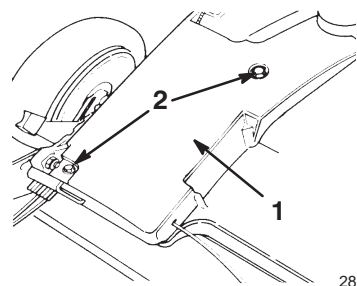

Figure 28
2. Enlevez les boulons qui fixent le couvercle de courroie à la tondeuse (Fig. 28).